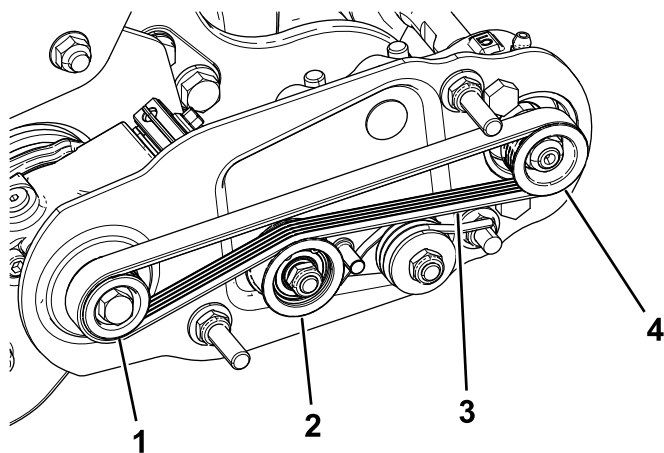

Figura 14
- Coloque la correa alrededor de la polea **motriz** y luego por encima de la polea tensora (Figura 14).